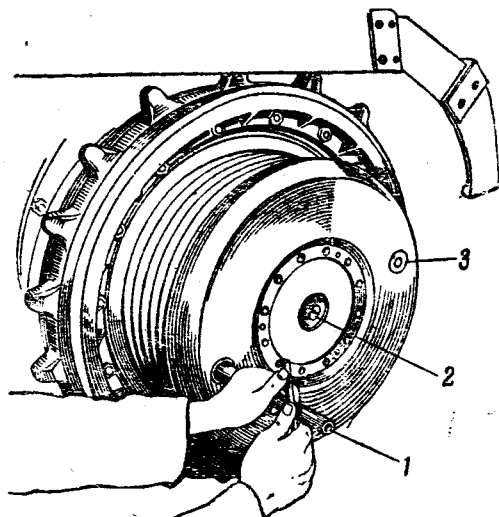

Рис. 12. Регулировка тормоза:
1. Отверни все три пробки тормозного барабана и поверни тормозной барабан так, чтобы одно из двух отверстий на нём оказалось против квадратного хвостовика механизма регулировки тормоза (рис. 12).